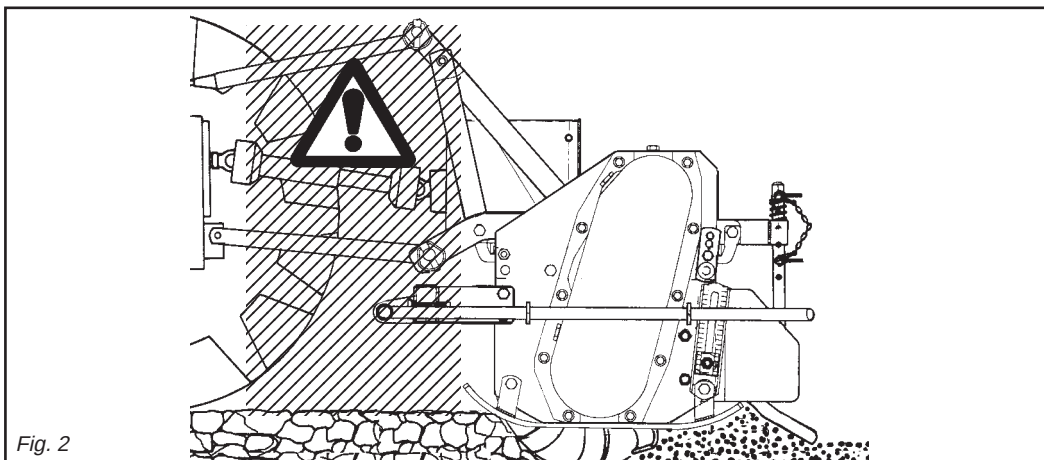

Fig. 2
- 24) *It is absolutely forbidden to stand between the tractor and the implement (Fig. 2) when the engine is running and the cardan shaft is engaged without having first engaged the hand brake and placed a block or stone under the wheels to prevent them from moving.*
- 24) Es ist absolut verboten, bei laufendem Motor und eingeschalteter Gelenkwelle zwischen den Schlepper und das Gerät zu treten (Abb. 2). Dazu muß die Feststellbremse gezogen werden und unter die Räder ein Bremskeil oder ein großer Stein gelegt worden sein.
- 24) *Il est absolument interdit de se mettre entre le tracteur et l'appareil (Fig. 2) quand le moteur est en marche et le cardan enclenché, sans avoir tiré le frein de stationnement et bloqué les roues avec une cale ou un caillou.*
- 24) Está terminantemente prohibido colocarse entre el tractor y el equipo (Fig. 2) con motor encendido y cardán inserido, o sin haber accionado el freno de estacionamiento y de colocar, debajo de las ruedas, una piedra u otro elemento de bloqueo.
- 28) È assolutamente vietato interporvi fra il trattore e l'attacco della zappatrice per manovrare il comando dall'esterno per il sollevamento (Fig. 2).
- 28) It is absolutely forbidden to stand between the tractor and the implement when manoeuvring the lift control from the outside (Fig. 2).
- 28) Es ist absolut verboten, zwischen den Schlepper und den Anschluß zu treten, um die Aushebung von außen zu betätigen (Abb. 2).
- 28) Il est absolument interdit de se mettre entre le tracteur et l'attelage pour manoeuvrer la commande de relevage de l'extérieur (Fig. 2).